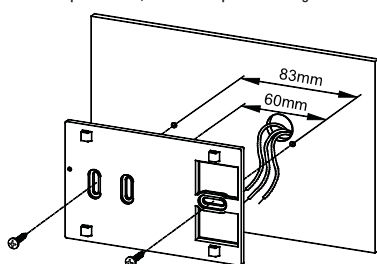
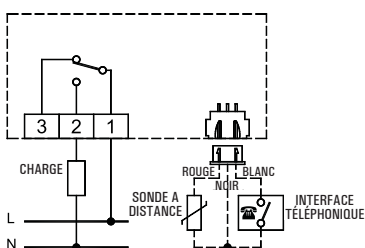

Fig. 2
Fig. 3
- 2 Fixer la plaque directement au mur ou dans le boîtier de dérivation de 2 ou 3 modules à travers les deux orifices pour vis avec un entraxe de 60 mm ou 85 mm, en faisant attention à faire passer les câbles par la fente, comme indiqué dans la Fig. 2.
- 3 Exécuter les connexions électriques en faisant passer les fils à travers l'ouverture rectangulaire de la plaquette de fixation au mur (Fig. 2), suivant le schéma de connexion de la Fig. 3.